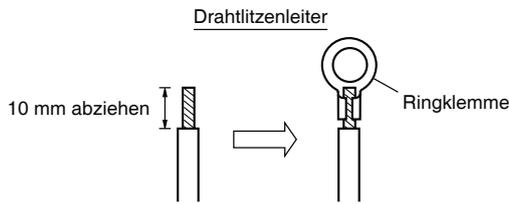

Abb. 4-5
- (1) Das Ende des Kabels mit einem Seitenschneider abtrennen, dann die Isolierung abziehen, um ungefähr 10 mm der Litze freizulegen; danach die Enden der Litze verdrehen. (Abb. 4-5)